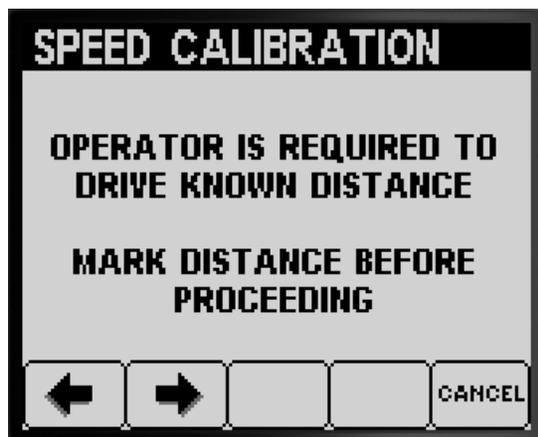

图 64
6. 使用测量轮标出 45152m 距离在下面记录测量出的距离图 64。
8. 按 2 号按钮可移至下一步图 64。